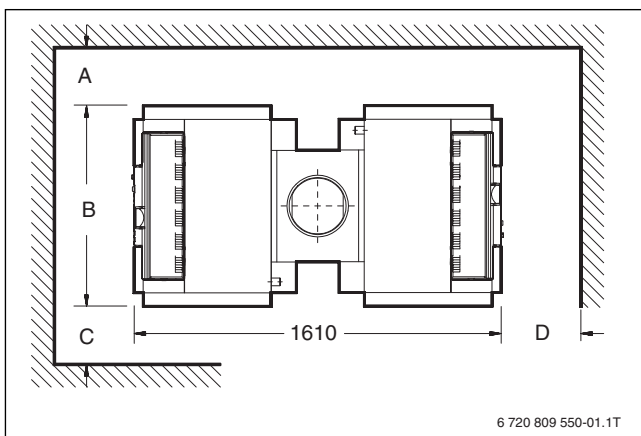

Рис. 6 Расстояния от стен для сдвоенного котла
- ▶ Учитывайте рекомендуемые расстояния от стен (→ рис. 6 и таблица 23).